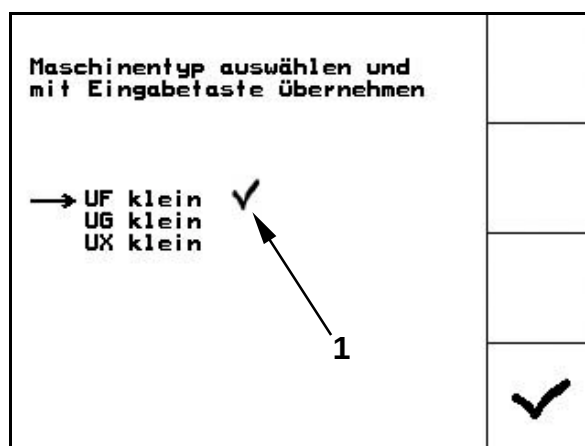

Fig. 75
- Junto al tipo de máquina seleccionado aparece un gancho (Fig. 75/1).